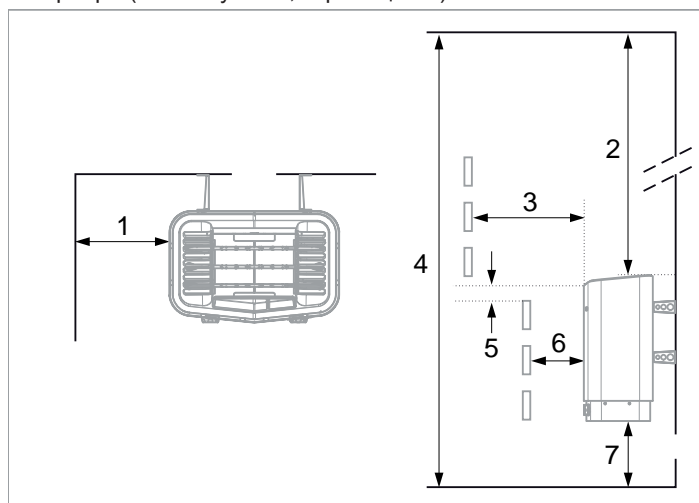

Рисунок 2: Размещение каменки – нормальная установка
- на безопасном расстоянии от пола, боковых стен и интерьера (см. Рисунок 2, страница 17).